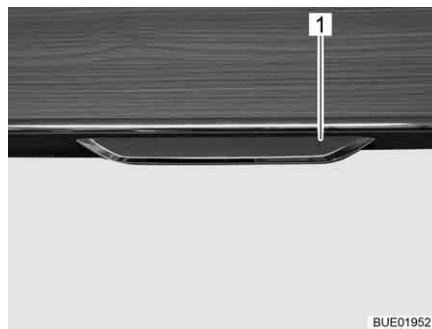

Bild 60 Skåplucka med låshandtag
- Dra låshandtaget (Bild 60,1) utåt.